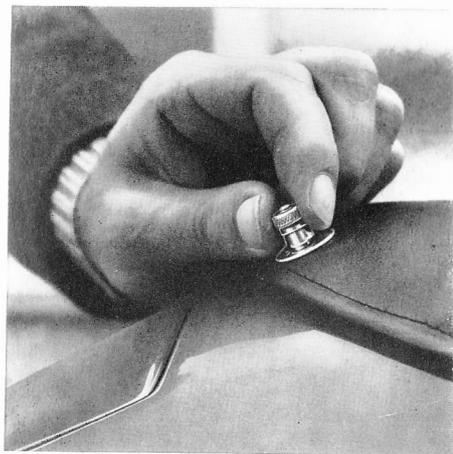

Fig. 20
1. Débouter la housse protectrice (tirer vers l'extérieur la partie supérieure des boutons-pression, comme indiqué sur l'illustration fig. 20).